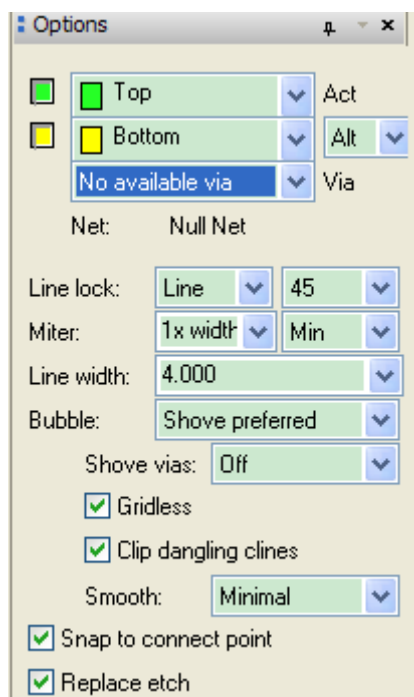

图 4.57 布线的 Options 面板
- Miter 显示管脚的设置，如图 4.57 中 1x width 和 Min 表示斜边长度至少为一倍的线宽，但当在 Line Lock 中选择了 Off 时此项就不会显示；